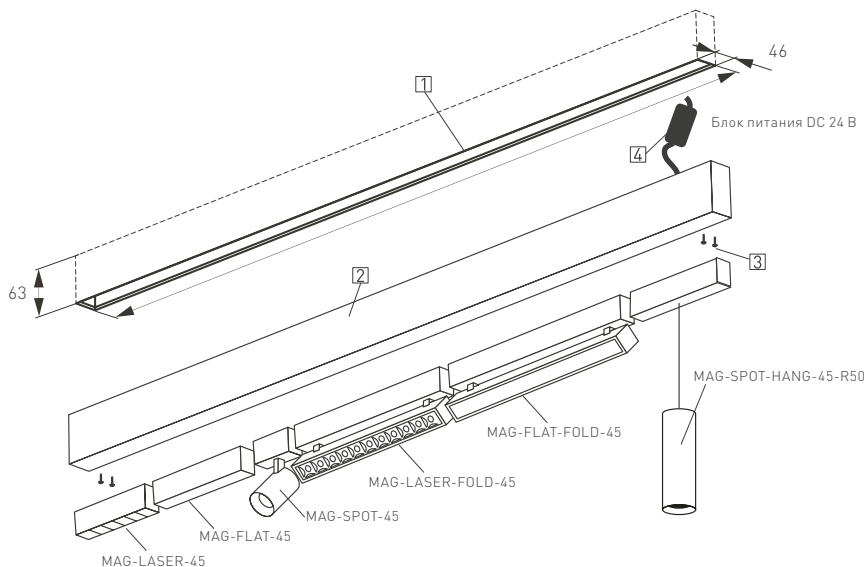

Рис. 4. Установка шинпровода в нишу
- 3.15. Подготовьте в монтажной поверхности нишу [1] по размерам, указанным на рис. 4.